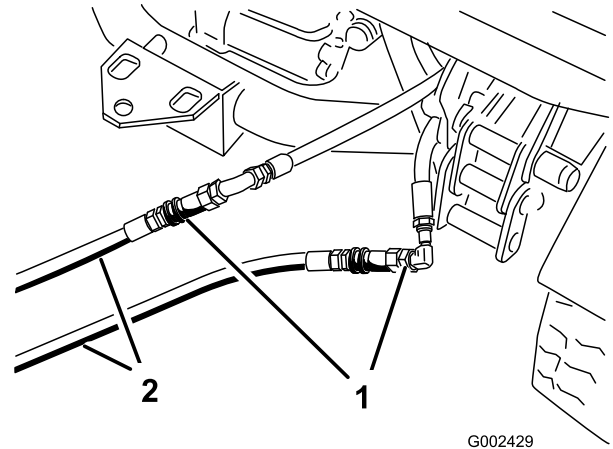

Figura 69
3. En la máquina inmovilizada, conecte las dos mangueras de interconexión a las mangueras que fueron desconectadas (Figura 69).